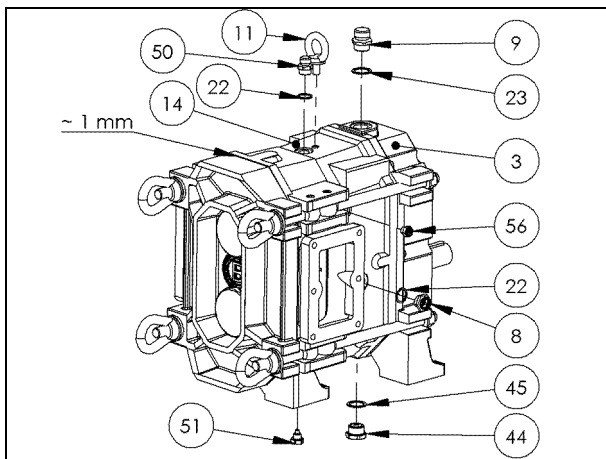

Fig. 16-23. Montaggio tappi olio e controllo compressione gomma lobi.
7. Avvitare a mano o con l'ausilio del punteruolo come leva i 4 golfari ad occhio allungato (P. 10) sui tiranti (P. 13) fino a che lo spazio fra coperchio posteriore (P. 2) e corpo pompa (P. 1) è di circa **1 mm** (Fig. 16-23);
8. Montare (Fig. 16-23) tappi di scarico olio e rondelle (P. 44/45/51) e spie livello olio – rondelle (P. 8/22/56);
10. Assemblare tappi di carico – rondelle (P. 9/22/23/50) e golfare (P. 11) per sollevamento come Fig. 16-23;